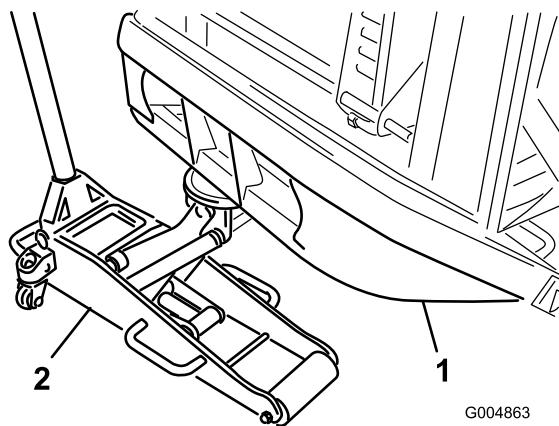

Bild 29
1. Stellen Sie einen geeigneten Wagenheber unter das Rohr der hinteren Stoßstange, heben das Heck der Maschine an und stützen es mit einem Achsständer ab (Bild 29).